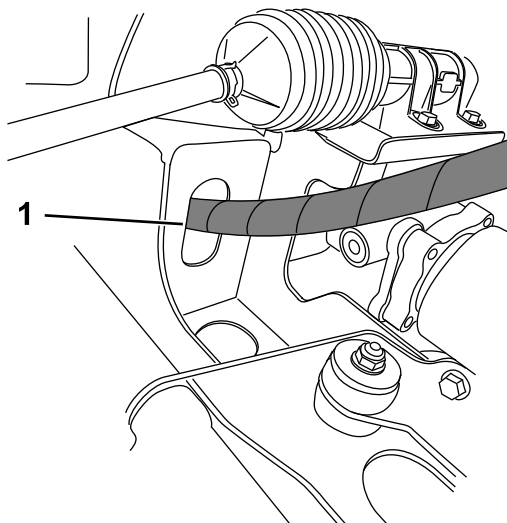

Bild 16
1. Verlegen Sie den Saugschlauch von der Vorderseite der Maschine nach hinten in die Nähe des Kompressorbereichs (Bild 16 und Bild 17).